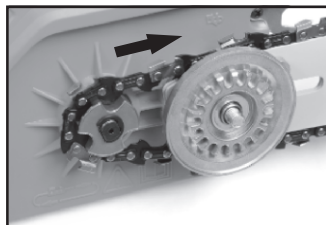
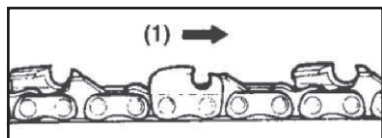

Рис.1
Рис.2
- Натяните цепь так, чтобы резцы были направлены ПО ЧАСОВОЙ СТРЕЛКЕ к вращению (1) Рис.1. Направление вращения указано как на крышке пилы, так и на зубьях цепи (1) Рис.2. При установке совместите обе стрелки в одном направлении.